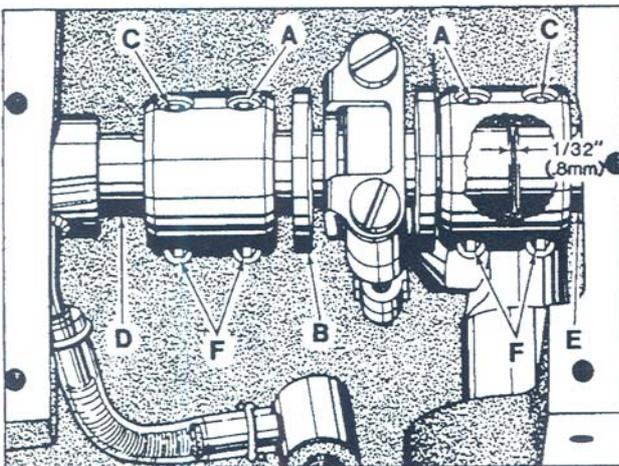

Fig. 19
As viewed looking down from rear of machine, spot screws (A, Fig. 19) in the couplings must align with the spots in the looper drive crank (B) and set screws (C) must align with the flats on crankshaft (D) and mainshaft (E).
Looper drive crank (B, Fig. 19) must be positioned laterally with 1/32 inch (.8mm) clearance between it and the mainshaft (E) as shown in Fig. 19. Once these settings are made, it is very important that the couplings are tightened in the following sequence for best performance.
Wenn man vom hinteren Teile der Maschine hinabsieht, müssen die Schrauben (A, Fig. 19) in den Verschraubungen mit den Spitzlöchern in der Greiferwellenkurbel (B) fluchten und die Schrauben (C) müssen mit den Flächen an der Kurbelwelle (D) und der Hauptwelle (E) fluchten.
Die Greiferwellenkurbel (B, Fig. 19) muss seitwärts mit einem Abstand von 0.8 mm zwischen ihr und der Hauptwelle (E) eingestellt sein, wie in Fig. 19 gezeigt. Wenn diese Einstellungen erfolgt sind, ist es sehr wichtig, dass die Verschraubungen für beste Leistung in der folgenden Reihenfolge angezogen werden.